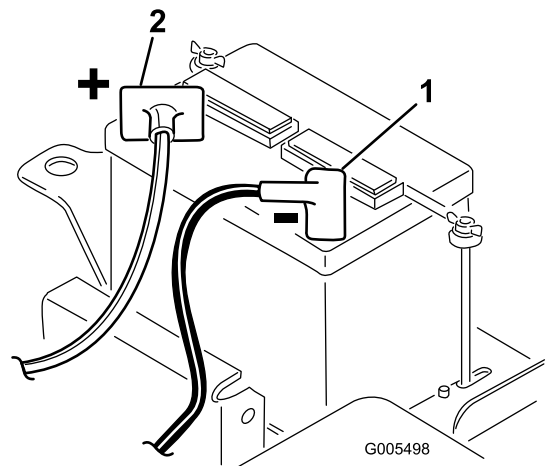

Figure 5
2. Branchez le câble de batterie positif (rouge) entre le solénoïde de démarreur et la borne positive (+) de la batterie (Figure 5). Serrez-le avec une clé et enduisez la borne de vaseline. Vérifiez que le siège ne touche pas le câble quand il est reculé au maximum, car il risquerait de l'user ou de l'endommager.